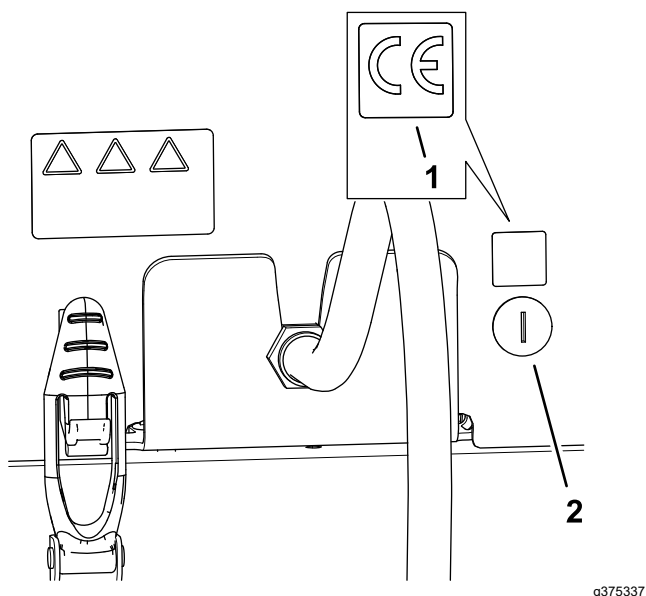

Figura 34
1. Folosii alcool sanitar i o lavetă curată pentru a curăa zona capotei din apropierea clichetului capotei i lăsa-i capota să se usuce (Figura 34).